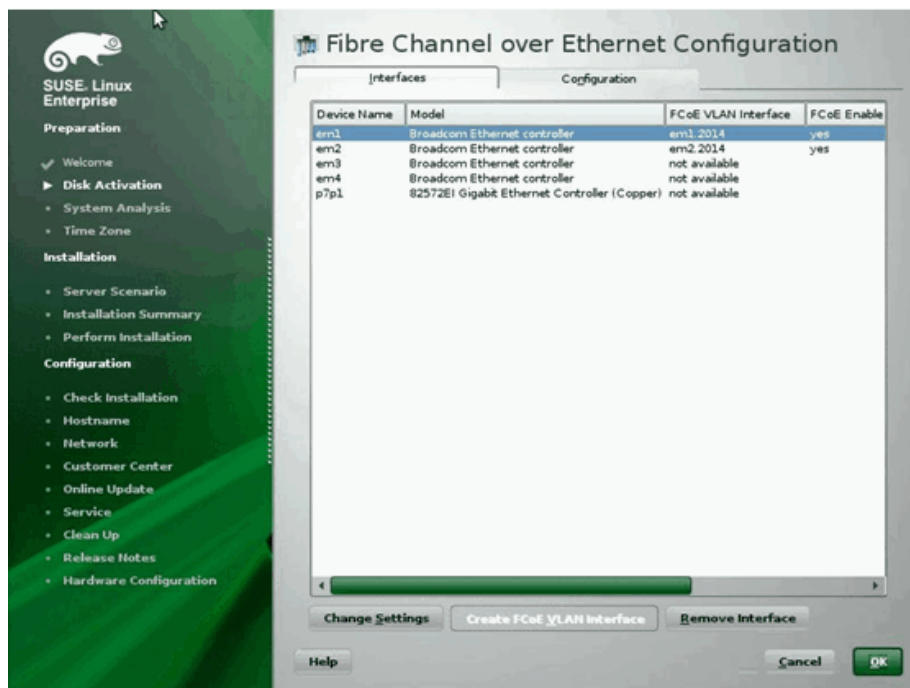

Ilustración 13-17. Configuración de la interfaz FCoE
8. Después de completar la configuración de todas las interfaces, haga clic en **OK** (Aceptar) para continuar (Ilustración 13-17).